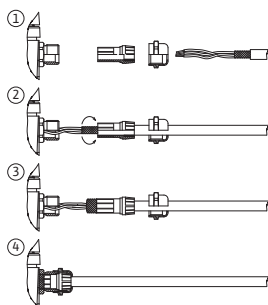

Fig. 31: Afskærmning
Afskærmningen forbindes med kabelgennemføringen på elektronikmodulet. Se Fig. 31.
Kablerne til digitalindgangen, analogindgangene samt buskommunikationen skal være afskærmet ved hjælp af kabelgennemføringens metalkabelforskrining (Fig. 23, pos. 4, 5 og 6). Afskærmning, se Fig. 31.